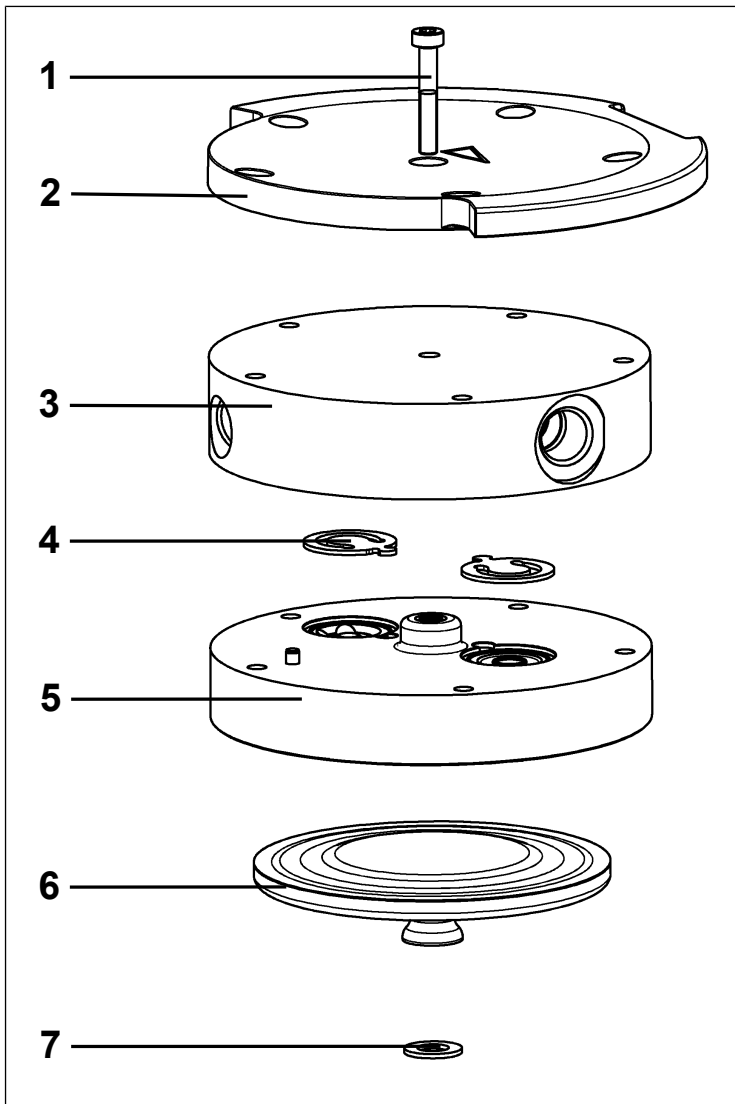

Afb.9: Afschermingskap demonteren
1. Zet de greep (Afb. 9/1) in een verticale positie.
2. Draai de schroeven (Afb. 9/2) van de afschermingskap (Afb. 9/3) los.
3. Verwijder de afschermingskap (Afb. 9/3);.
4. Draai de kopschroeven los (Afb. 9/4).
1. Markeer de drukplaat (2), het kopdeksel (3), de tussenplaat (5) met een doorlopende viltstiftstreep. Daardoor wordt verhinderd dat de onderdelen later verkeerd gemonteerd worden.
2. Draai buitenliggende schroeven (Afb. 9/4) van de pompkop los.